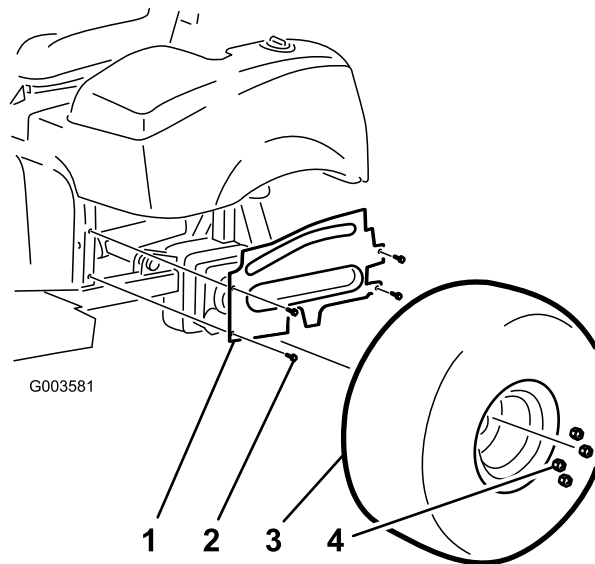

Figura 4
4. Rimuovete le 4 viti a testa flangiata che fissano la copertura della ruota sinistra al telaio (Figura 4). Rimuovete e conservate la copertura.